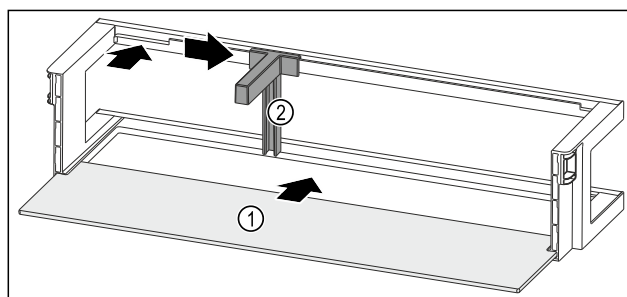

Fig. 273 Raft montat pe ușă cu raft
- ▶ Împingeți în interior raftul Fig. 273 (1) în degajările laterale.
- ▶ Introduceți suportul pentru sticle Fig. 273 (2) în degajare.
- ▶ Împingeți în lateral suportul pentru sticle Fig. 273 (2) în poziția dorită.